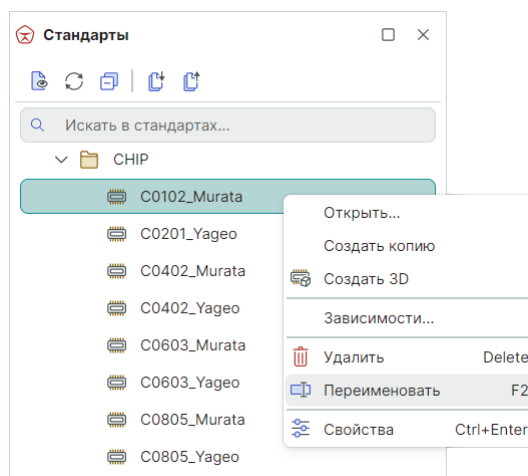

Рис. 109 Переименование корпуса
1. Выберите требуемый корпус в дереве узла «Корпуса» и в контекстном меню выберите пункт «Переименовать» или воспользуйтесь горячей клавишей «F2», см. Рис. 109.